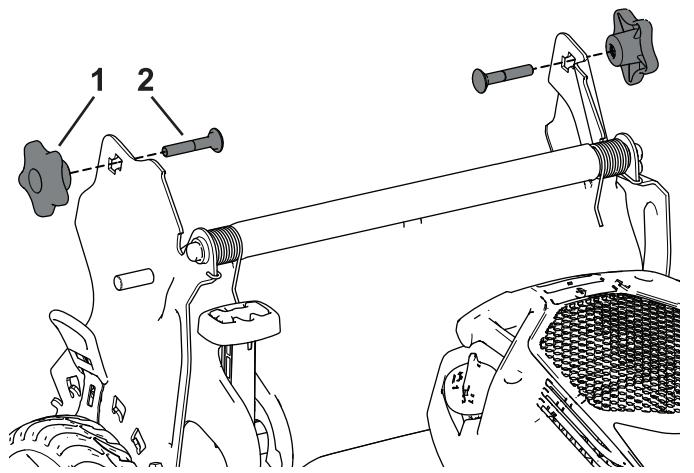

Figura 6
2. Togliete e conservate le 2 manopole della stegola e i 2 bulloni a testa tonda dalle staffe della stegola (Figura 6).